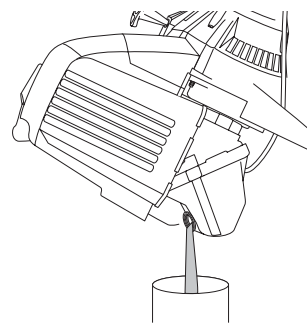

Fig. 17
**REMARQUE:** Assurez-vous que le joint torique est mis sur le bouchon de remplissage / jauge d'huile au moment de la vérification et du changement d'huile (Fig. 17).
4. Versez l'huile de l'orifice de remplissage dans un récipient en inclinant l'appareil à la verticale (Fig. 17). Allouez assez de temps pour une vidange complète.